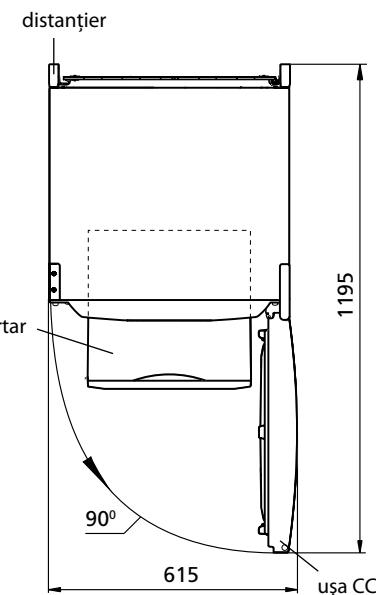

Figura 2 — Frigidier (vedere de sus)
1.5 Spațiul total necesar pentru funcționarea frigiderului se determină de dimensiunile de gabarit, indicate în milimetri în figura 2. Pentru extragerea liberă a componentelor din frigider este necesar de deschis ușa la unghiul nu mai mic de 90°.